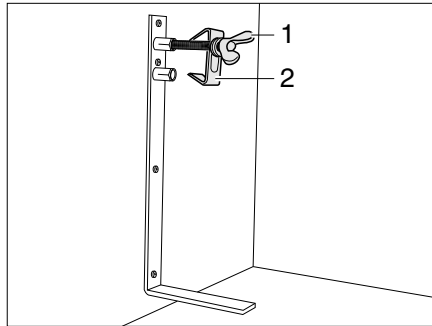

Bild 164 Ersatzrad-Halterung
- Die Schraube (Bild 164,1) lösen und mit der Zentrierung (Bild 164,2) abnehmen.